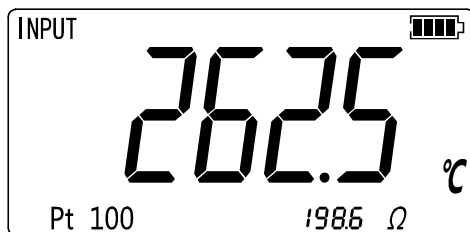

图 4.2-1
2. 按 **RTD** 显示 RTD 读数，界面如图 4.2-1 所示。如果需要，继续按 **RTD** 键选择您所需要的 RTD 类型。